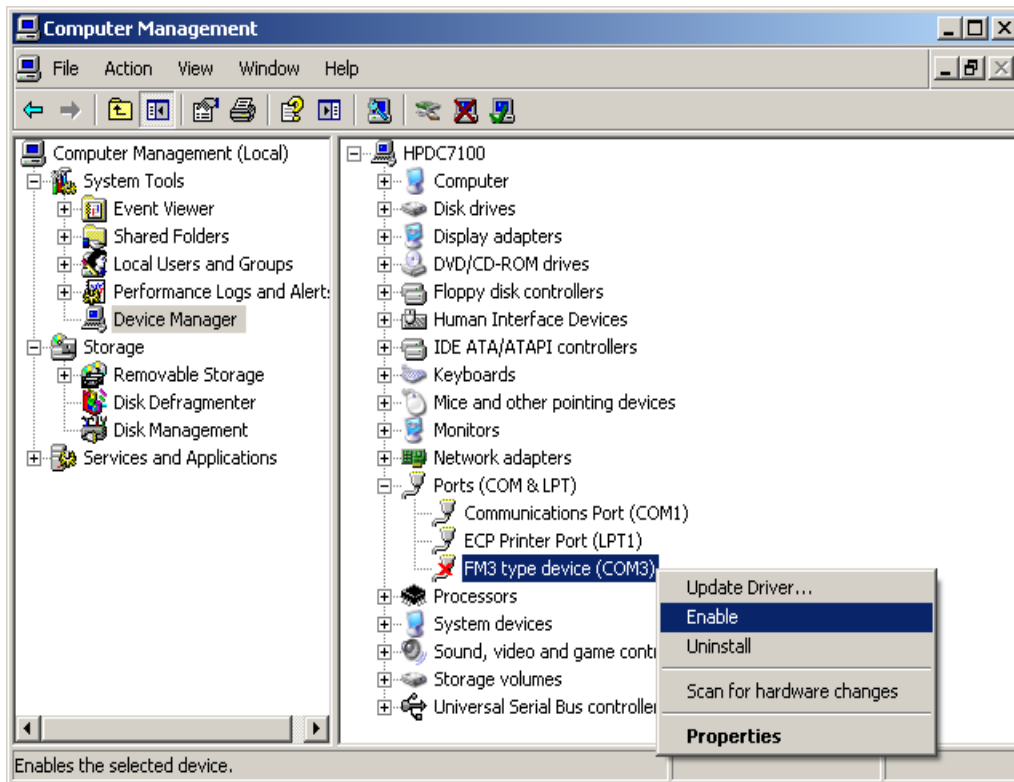

Fig. 1.3.7 Driver installation
- 7) select “Enable” (Fig. 1.3.7).